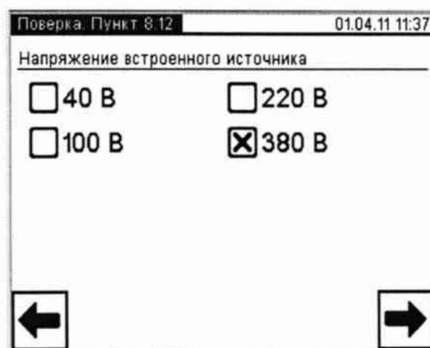

Рисунок 24
8.12.4 В окне "Напряжение встроенного источника" (рисунок 24) выберите значение 380 В, как указано в ячейке  $U_y$  первой строки таблицы 13, после чего нажмите кнопку "→".